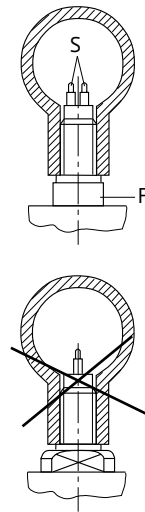
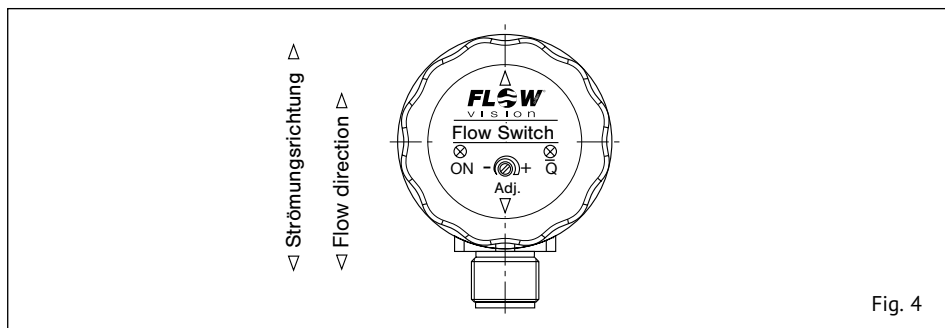

Fig. 3
Fig. 4
Die beiden Messfühler (S) müssen im eingebauten Zustand nebeneinander im Medium liegen. Dies ist der Fall, wenn die Schlüsselansatzflächen (F) parallel zur Rohrleitung stehen (siehe Fig. 3) und die Markierung auf der Frontplatte mit der Strömungsrichtung übereinstimmt (siehe Fig. 4).
Die beiden Messfühler (S) müssen im eingebauten Zustand in der Strömung liegen (siehe Fig. 3).
The two sensors (S) on the flow monitor must be aligned side by side directly across the direction of flow. The sensors are correctly positioned when the wrench flats (F) are aligned parallel with the pipe (see fig. 3) and the marking on the front matches the flow direction (see fig. 4).
When installed, both sensors (S) must be positioned in the flow (see Fig. 3).
Die beiden Messfühler (S) müssen im eingebauten Zustand nebeneinander in der Strömung liegen. Dies ist der Fall, wenn die Schlüsselansatzflächen (F) parallel zur Rohrleitung stehen (siehe Fig. 5) und die Markierung auf der Frontplatte mit der Strömungsrichtung übereinstimmt (siehe Fig. 4).
The two sensors (S) on the flow monitor must be aligned side by side directly across the direction of flow. The sensors are correctly positioned when the wrench flats (F) are aligned parallel with the pipe (see fig. 5) and the marking on the front matches the flow direction (see fig. 4).